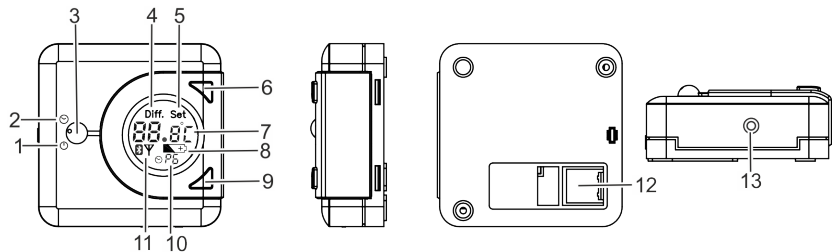

Fig. 1: Panoramica thermio™ essential smart
1. Appuyer sur l'interrupteur à bascule (Fig. 1/1) vers le haut pour afficher l'heure.
- 1. Appuyer sur l'interrupteur à bascule (Fig. 1/3) vers le bas et appuyer simultanément sur la touche haut (Fig. 1/6) pour activer le verrouillage des touches.
- 1. Appuyer sur l'interrupteur à bascule (Fig. 1/3) vers le bas pour mettre l'appareil en mode veille.